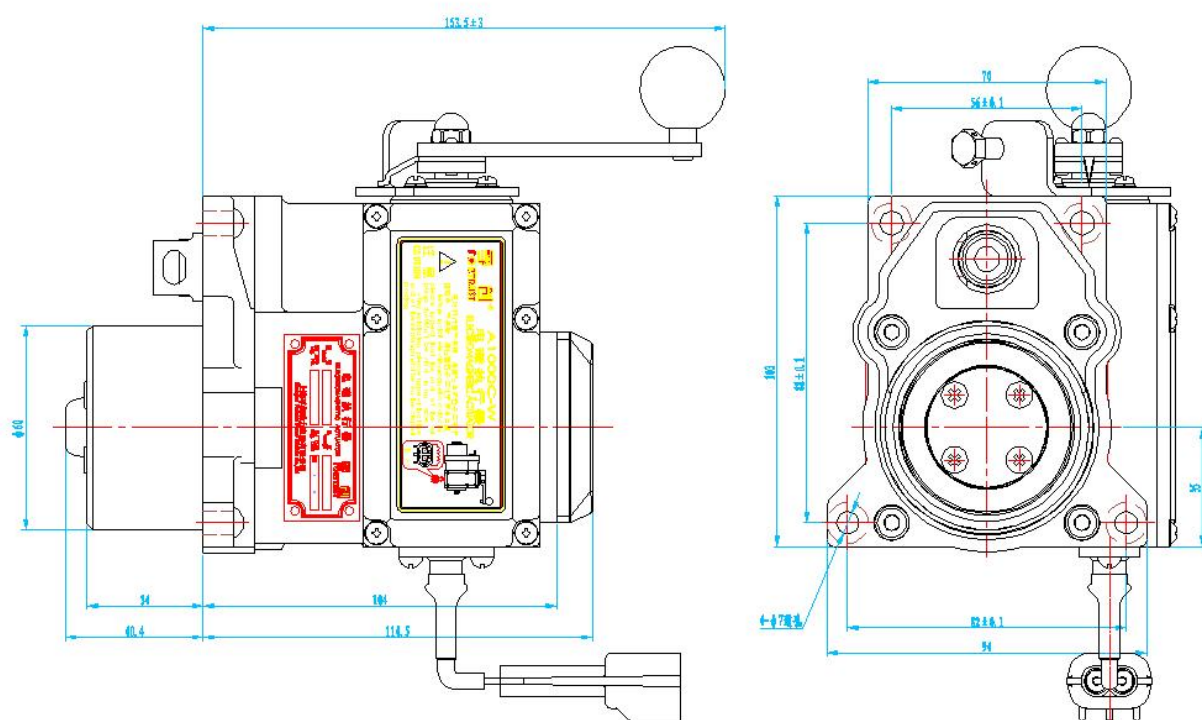

图 2.5 A1000C-W-d1 电磁执行器外形及安装尺寸图
2.2.3 A1000C-W-d1 电磁执行器 (如图 2.5 所示)